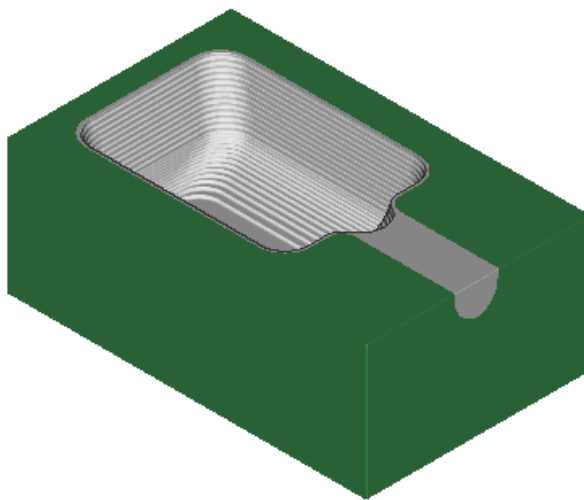

图 5-26
- 单击  ，设置如图 5-26 所示的拐角控制参数，单击 OK。